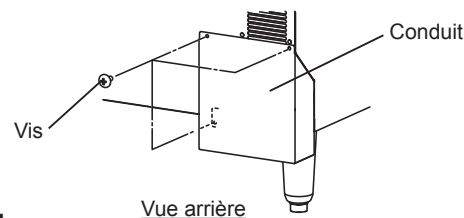

Fig. 1
- 5) Fixer le conduit au panneau arrière à l'aide des trois vis fournies. Voir fig. 1.